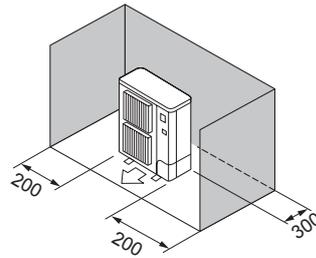

Fig. 2-5
- ③ Ostacoli posteriori e laterali (Fig. 2-5)